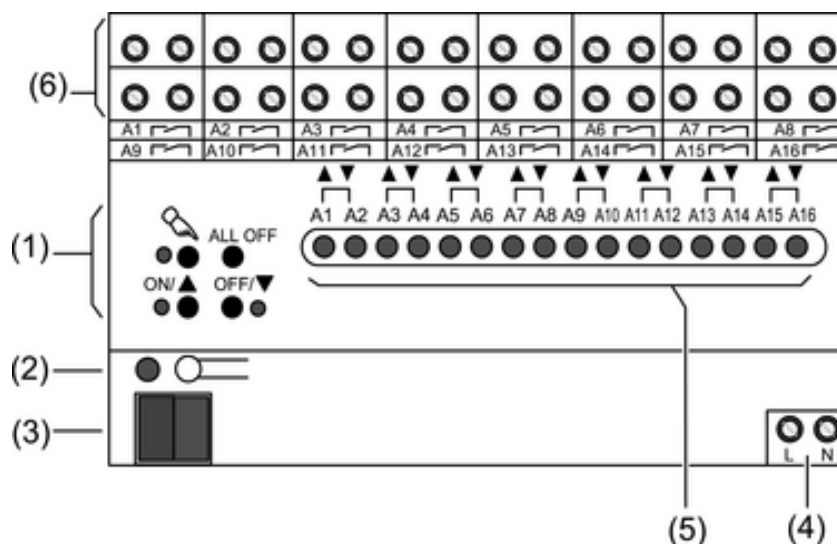

Bild 1
Die Status-LED **A1...** (5) zeigen die Zustände der Ausgänge an (Bild 1).